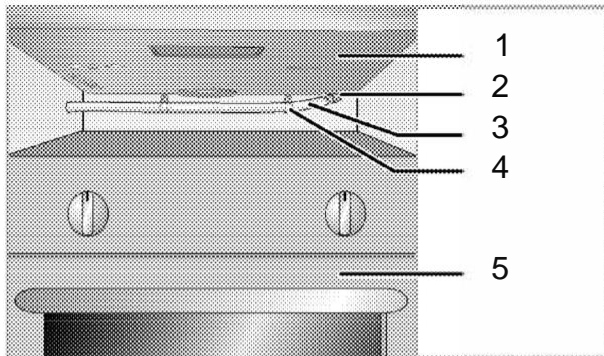

FIGURE 8
* Vérifiez le revêtement extérieur et la solidité du tuyau de gaz ou du flexible **{Voir figure 8}.**